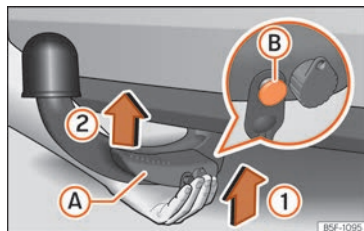

Fig. 174 Colocação do gancho de reboque.
- Segure o gancho de reboque **a partir de baixo** e encaixe-a no alojamento do gancho seguindo o sentido da seta »» Fig. 174 (1) até encaixar de forma audível »» ⚠.
A alavanca »» Fig. 174 (A) roda **automaticamente** no sentido da seta (2) para cima e o perno de desbloqueio (B) sai para fora (a sua parte vermelha e verde fica visível!) »» ⚠.
- Ao fixar o gancho de reboque, para evitar trilhar os dedos, recomenda-se manter as mãos retiradas da alavanca »» Fig. 174 (A).